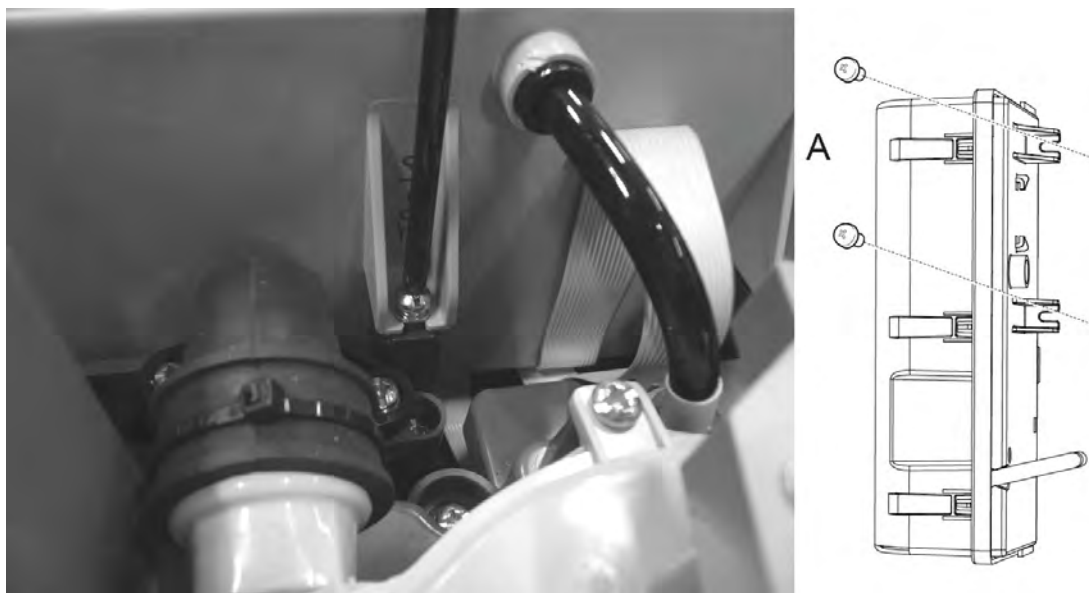

Figure 7-8: Dépose des vis de fixation de la chambre
5. Retirez les deux vis (A) de fixation de la chambre (Figure 7-8).
9. Insérez les deux vis de la chambre (Figure 7-8).